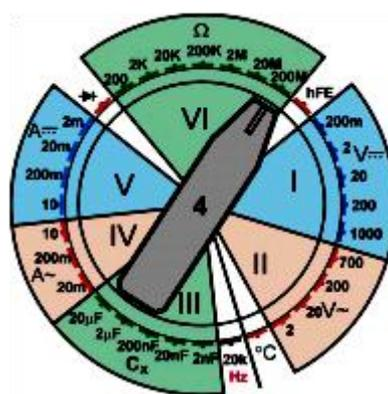

Рис. 3.2. Переключатель режимов измерения мультиметра
3.1.1. Переключения между режимами работы мультиметра производятся с помощью поворотного переключателя (рис.3.2). По окончании измерений необходимо установить переключатель в положение OFF, для предотвращения разряда батареи.